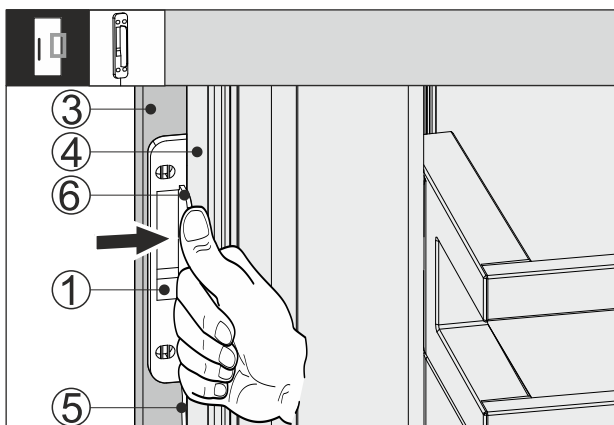

Fig. 66
- ▶ Вставьте датчик стука Fig. 66 (1) между мебельным фасадом Fig. 66 (3) и дверью устройства Fig. 66 (4) таким образом, чтобы кабель Fig. 66 (5) был слегка натянут. Упор Fig. 66 (6) датчика стука прилегает к двери устройства Fig. 66 (4).
- ▶ Прижмите датчик стука Fig. 66 (1) к мебельному фасаду Fig. 66 (3).
- ▷ Датчик стука Fig. 66 (1) приклеен. Приклеивание датчика стука оптимизирует передачу сигнала стука.
Надежная фиксация датчика стука Fig. 66 (1) повышает срок службы.
- ▶ Прикрутите датчик стука Fig. 66 (1) при помощи входящих в комплект поставки винтов к мебельному фасаду Fig. 66 (3).